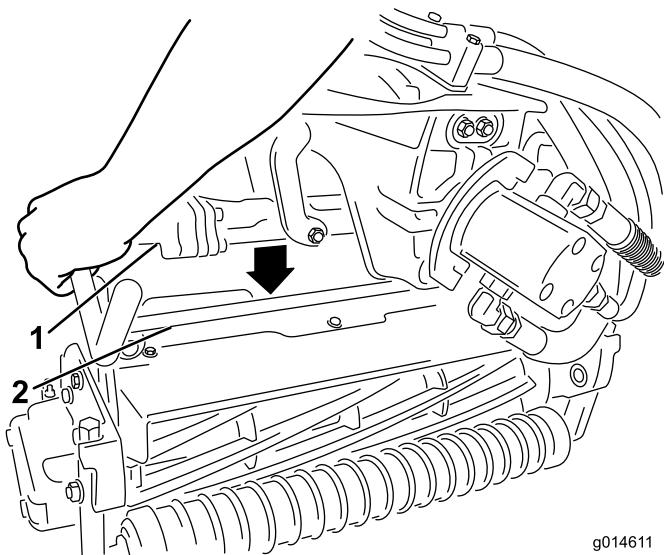

図 12
5. サスペンションアームのバーについているラッチを上向き開いた状態にして(図11、サスペンションアームを押し下げて、バーを、カッティングユニットのバーの上に被せるようにする図12)。